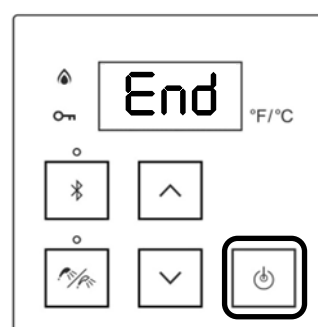

Figure 79
17. Appuyer sur le bouton de mise sous tension; l'écran affiche « End » (fin) (figure 79).